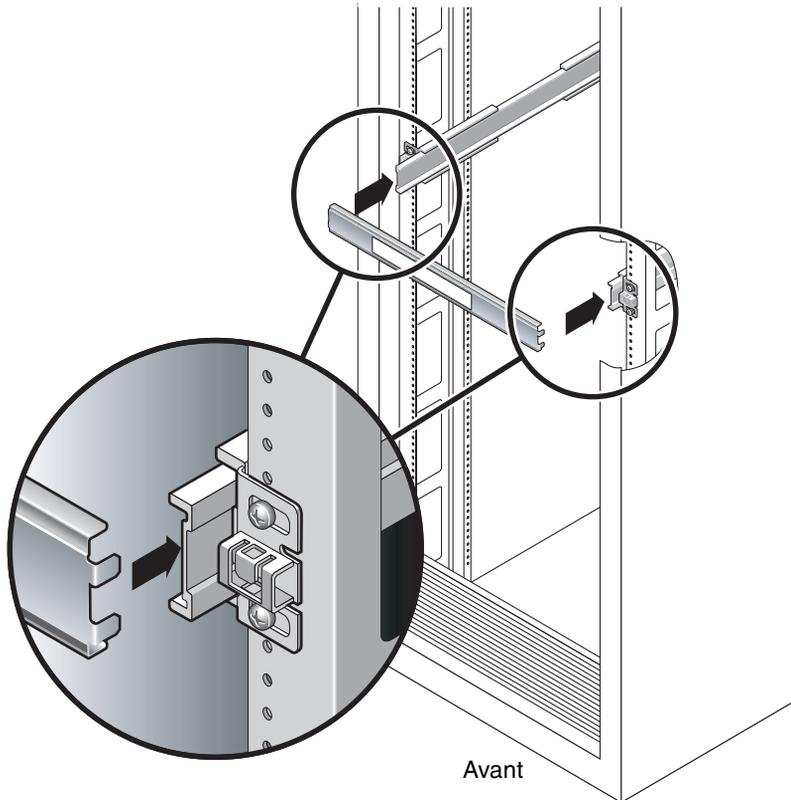

FIGURE 2-7 Utilisation de l'entretoise pour régler la distance entre les rails coulissants
- a. À l'arrière du rack, insérez le côté gauche de l'entretoise dans les encoches de la fin du milieu du rail gauche (voir FIGURE 2-7).**